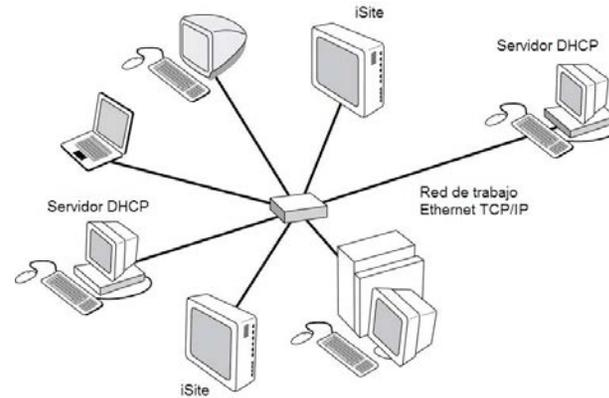
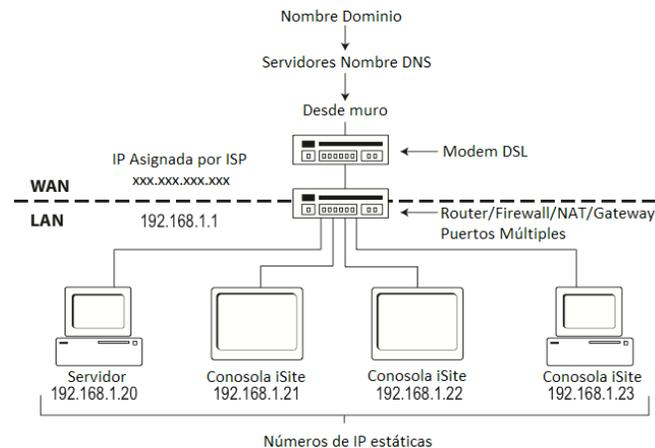

Figura 2-1 Dynamic Host Configuration Protocol (DHCP)
Figura 2-2 Static IP
Cuando un PC se conecta a una red, se obtiene un protocolo de Internet (IP) en una de las dos formas de Dynamic Host Configuration Protocol (DHCP) (Figura 2-1 Dynamic Host Configuration Protocol (DHCP)) o por IP estática (Figura 2-2).